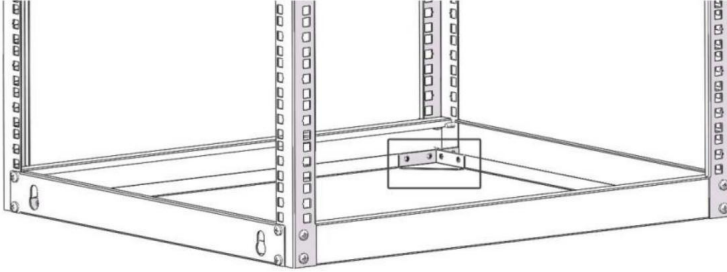

Abbildung 5
1. Führen Sie eine selbstschneidende M5*10-Schraube (8) durch den Erdungspunkt am Erdungskabel (12) und in das Erdungsloch an der Unterseite des Racks ein (Abbildung 5).
2. Führen Sie das Erdungskabel (12) unter dem Rack-Rahmen hindurch (Abbildung 5).
3. Schließen Sie das Erdungskabel (12) an einen Erdungsanschluss an.